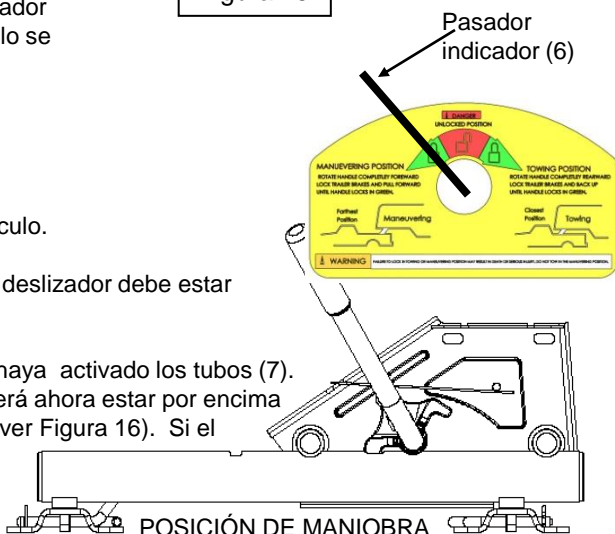

Figura 16
4. El pasador indicador (6) deberá estar por encima del área roja no bloqueada cerca del área verde de maniobra bloqueada (Ver Figura 15). El resorte empujará el pestillo contra la parte superior del tubo, el pestillo se bloqueará en la ranura cuando el deslizador de Quinta Rueda REESE™ se mueva hacia la posición de maniobra (Ver Figura 16).
5. Regrese al vehículo. Libere el freno de emergencia. Active manualmente el freno del remolque y hale el vehículo hacia adelante hasta que el deslizador de Quinta Rueda REESE™ frene en la pata soldada (Figura 13) y el pestillo se enganche en la posición de maniobra (Ver Figura 16).
7. Examine la etiqueta de advertencia (5). El pasador indicador (6) deberá ahora estar por encima del área verde en el lado izquierdo de la etiqueta de advertencia (5) (ver Figura 16). Si el pasador indicador (6) está por encima del área roja en la etiqueta de advertencia (5), el pestillo no ha activado los tubos (7)